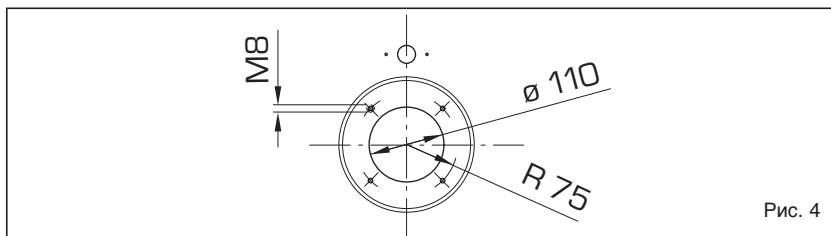

Рис. 4
1.7.4 Сборка горелки (рис.4)
Дверь котлоагрегата сделана с таким расчетом, чтобы облегчить сборку горелки /рис.4/. Горелки должны быть отрегулированы таким образом, чтобы значение CO₂ соответствовало тому, что указано в п.1.3 с допускаемым отклонением в ±5%.